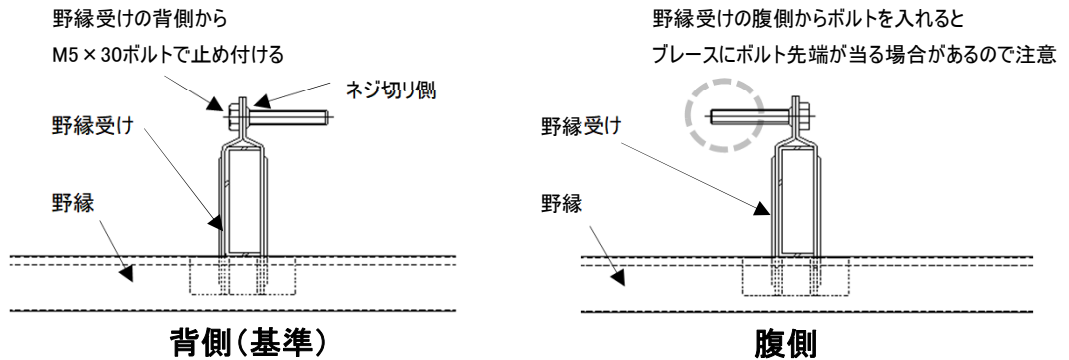

図 2-4 ビスクリップの取付け方
- ・ 基準は、野縁受けの背側にM5×30ボルト頭が来るように取り付ける。(図2-4、2-5参照)